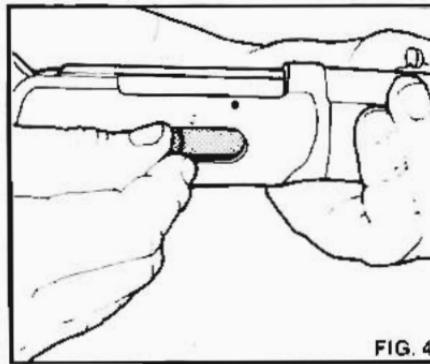

FIG. 4
**TO LOAD THE MAGAZINE** — The magazine is loaded through the port on the right side of the receiver. With the action closed and the hammer in the safety (rebound) position, press the spring cover inward with the tip of the first cartridge, push forward on the cartridge until all but the rim has entered the loading port (Figure 4). Then, insert the next cartridge in the same manner, pushing the preceding cartridge into the magazine. Repeat this procedure with each cartridge, but push the last cartridge past the end of the spring cover, allowing the cover to snap closed. Do not exceed the recommended capacity of the magazine.
**CHARGER LE MAGASIN** — Le magasin est chargé par la fenêtre qui se trouve sur le côté droit de la culasse. Le mécanisme fermé et le chien en position mi-armée ou de sécurité pressez le ressort avec le bout de la cartouche, poussez celle-ci vers l'avant sans l'introduire complètement (Fig. 4). suivante de la même manière, poussant ainsi la première cartouche dans le magasin. Répétez cette opération avec chaque cartouche mais en poussant complètement la dernière cartouche dans l'ouverture ce qui obligera le couvercle à se fermer. Ne pas dépasser la capacité recommandée pour le magasin.
**LADEN DES MAGAZINS** — Das Magazin wird durch die Ladeöffnung an der rechten Seite des Systemkastens geladen. Mit geschlossenem Aktion und Hahn in die halbgespannte Sicherungsposition öffnen Sie mit der Spitze der ersten Patrone die Ladeklappe und schieben dann die Patrone so weit ein, dass die Ladeklappe offen bleibt (Abb. 4). Mit der Spitze der zweiten Patrone schieben Sie die erste Patrone vollständig in das Magazin. Wiederholen Sie dieses Verfahren bei jeder weiteren Patrone. Die letzte Patrone wird so weit eingeschoben, bis die Ladeklappe zuschnappen kann. Versuchen Sie nie, mehr Patronen zu laden, als in der Magazinkapazität angegeben sind.
**PARA CARGAR EL CARGADOR** — El cargador se carga a través de la ventana que está a la derecha de la caja de admisión. Con el cerrojo cerrado y el martillo en la posición de seguridad (intermedia), apriete la tapa del resorte hacia adentro con la punta del primer cartucho, empuje el cartucho hacia adelante, hasta que todo excepto el borde, ha entrado por la puerta de carga (Fig. 4). En seguida, inserte de esta misma manera el próximo cartucho, empujando el cartucho anterior dentro del cargador. Repita el mismo proceso con cada cartucho, pero empuje el último cartucho más allá de la tapa del resorte, permitiendo que la tapa se cierre de golpe. No exceda la capacidad recomendada del cargador.